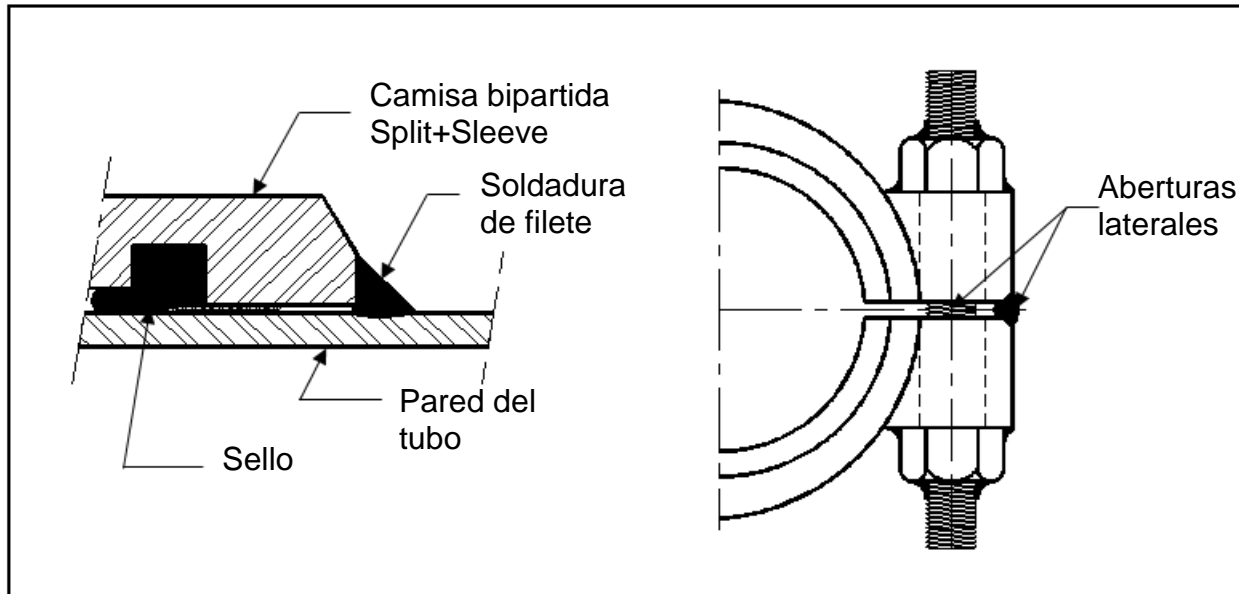

Figura 6
1. Soldar en filete los extremos circunferenciales. (Ver la Figura 6)